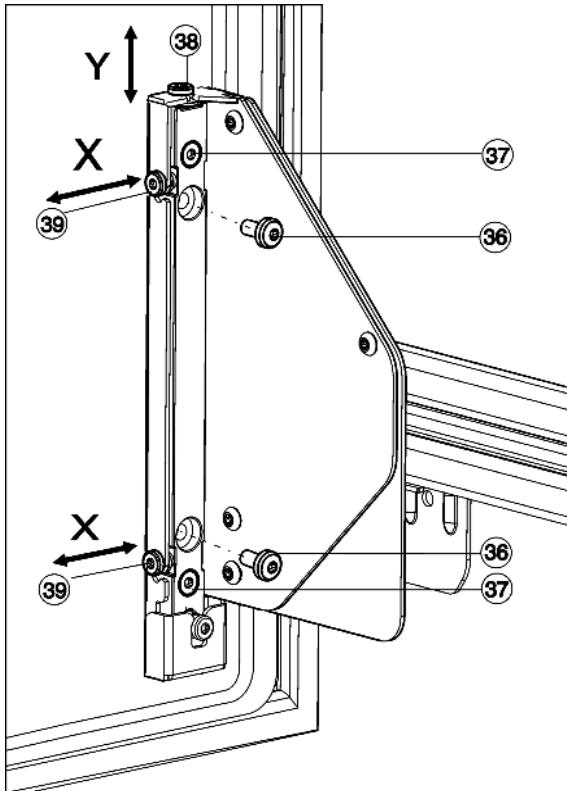

Fig. 27
- Полностью выкрутите винты Fig. 27 (36).
- Винты Fig. 27 (36) можно утилизировать, они больше не понадобятся.
- Отпустите винты Fig. 27 (37) только на 1-2 оборота.
- Вращайте регулировочный винт (38). По часовой стрелке: дверь сдвигается макс. на 4 мм вверх. Против часовой стрелки: дверь сдвигается макс. на 2 мм вниз.
- Снова затяните все винты Fig. 27 (37).
- Если винты Fig. 27 (36) ещё имеются, то выкрутите их полностью.
- Отрегулируйте установочные винты Fig. 27 (39) в зависимости от требуемого бокового направления юстировки.
- После окончания боковой юстировки сноваочно затяните винты Fig. 27 (37).